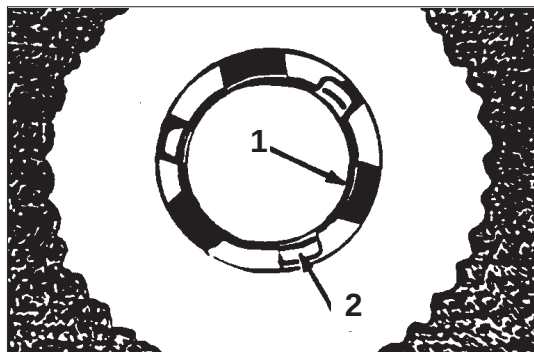

Figure 3
5. Insérer l'entraînement central de la brosse sur l'accouplement de la machine. (Voir fig. 3)